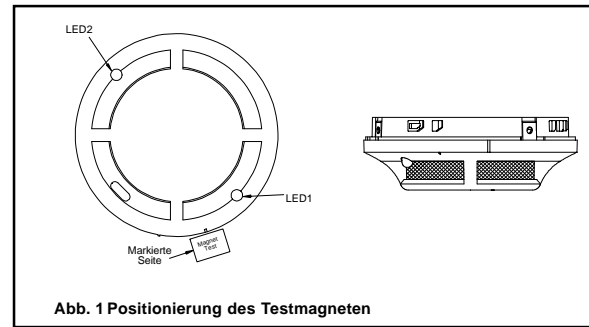

Abb. 1 Positionierung des Testmagneten
- Testen Sie den blinkenden Melder indem der Magnet ca. 2cm von LED 1 im Uhrzeigersinn entfernt, direkt an den Melder gehalten wird (s. Abb. 1).